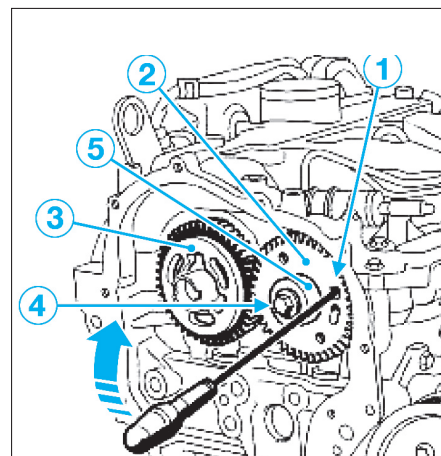

FIG. 56
- À l'aide d'un tournevis plat et par le trou (1), agir sur le rattrapage de jeu du pignon de distribution (2) afin de libérer le pignon de distribution (3) (fig. 56).